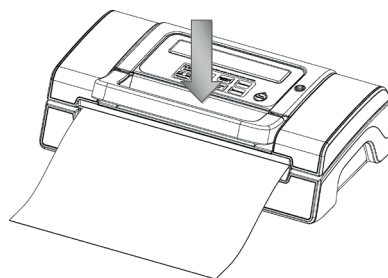

Fig. 6
6. Stäng övre skyddet och tryck ordentligt tills du hör att den klickar på plats på bägge sidor. (Fig.6)